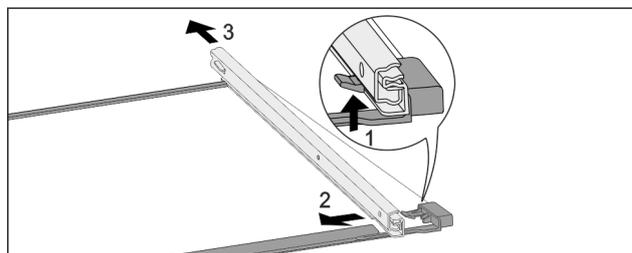

Fig. 190 Ripiano in vetro con guide
- ▶ Premere il gancio di fermo anteriore verso l'alto. Fig. 190 (1)
- ▶ Far scorrere la guida estraibile di lato Fig. 190 (2) e verso il lato posteriore Fig. 190 (3).